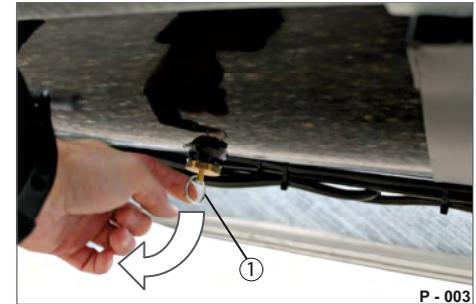

Abb. 27 Druckluftbehälter
- ▶ Ziehen Sie am Betätigungsstift (Abb. 27/1) oder drücken Sie ihn zur Seite.
- ▶ Lassen Sie den Betätigungsstift (Abb. 27/1) los, wenn kein Kondenswasser mehr austritt.